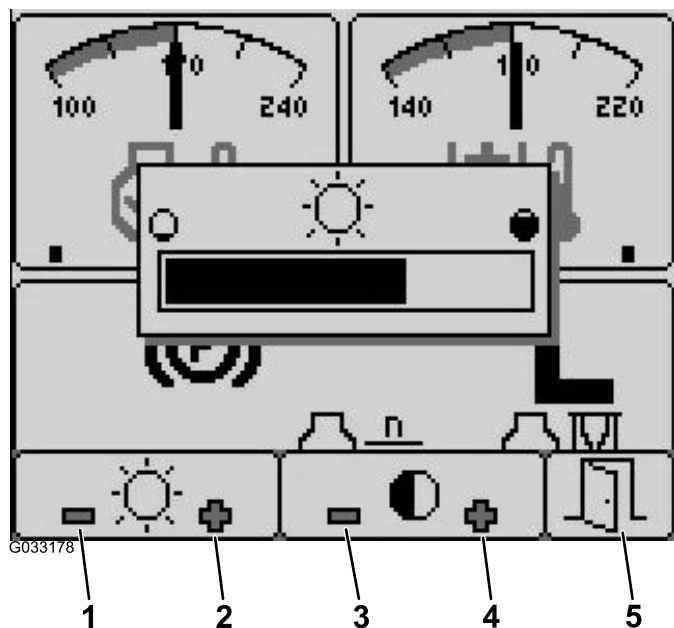

Рисунок 19
8. Выйдите из меню, нажав кнопку Выход (дверь) (Рисунок 18 или Рисунок 19).
2. Нажмите кнопку 1 для уменьшения яркости, кнопку 2 для увеличения яркости, кнопку 3 для уменьшения контрастности и кнопку 4 для увеличения контрастности (Рисунок 19).
3. После настройки яркости и контрастности нажмите кнопку 5 для выхода (Рисунок 19).
1. На начальном экране нажмите кнопку 5, чтобы получить доступ к всплывающей полосе меню регулировки яркости/контрастности (Рисунок 19).